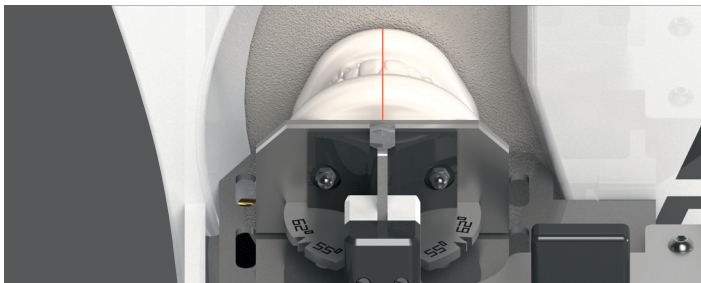

Abb. 15
- Jetzt die Basis des UK-Modells bis zur gewünschten Modellhöhe abtragen (Abb. 15).